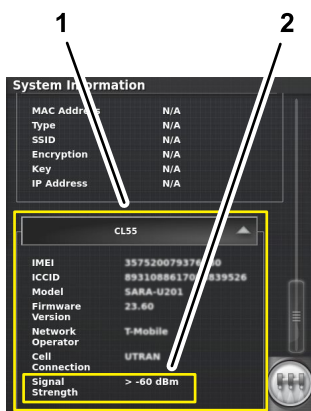

図 211
2. システム情報画面で、スクロールバーを使って CL55 アイコンまで移動する 図 211。
3. CL55 アイコンを押すと信号強度情報が表示される。 図 211。モデムの信号強度が -60 dBm と -99 dBm の間であることを確認する。